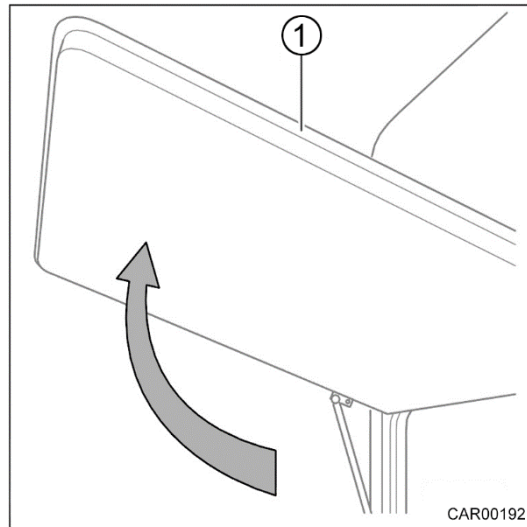

Fig. 55 Porte de soute
1. Pousser la porte de soute vers le bas en la tenant au bord supérieur (Fig. 55/1).